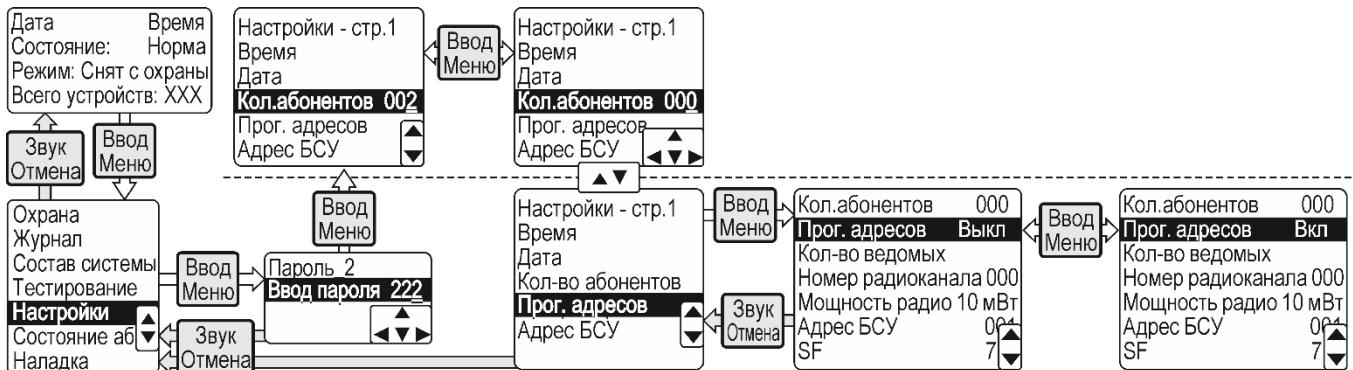

Рисунок 16 – Включение режима программирования адресов
- г) кнопками ▶, ◀, ▲ и ▼ обнулить количество абонентов (по рис.16, верхний ряд), нажать «Ввод»;